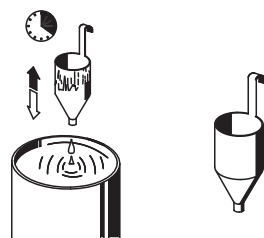

Fig. 2
Para determinar la viscosidad de la pintura, primero agite bien la pintura, luego sumerja el vaso medidor de viscosidad (13) en la pintura y llene completamente el vaso. Levante el vaso y mida el tiempo que tarda en salir la pintura, lo que le dará un DIN-seg. La viscosidad máxima para este producto es de 50 segundos DIN-50 (para boquillas de 2,5 mm) (Fig. 2). Si el tiempo transcurrido es demasiado largo, diluya la pintura utilizando la sustancia adecuada (de acuerdo con las instrucciones del fabricante de la pintura).